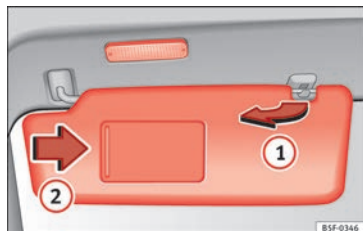

Fig. 101 Pare-soleil.
- Le pare-soleil peut être retiré du support et rabattu contre la porte » **fig. 101** ①.